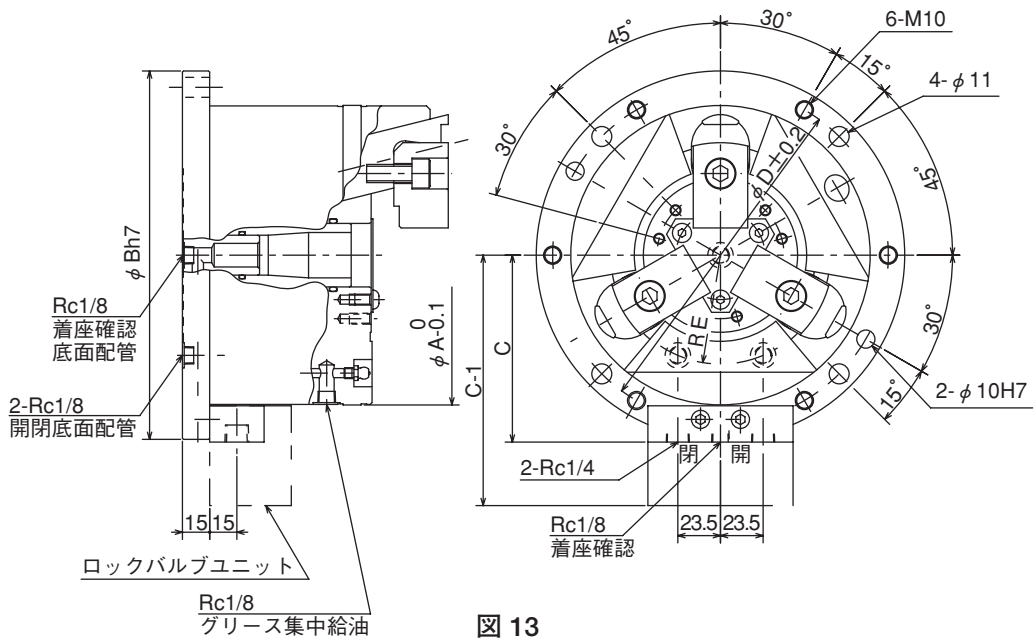

図 13
- ・ブロック部またはワークグリッパ底面のエア供給ポートに配管してください。使用しない側のポートは埋栓してください。(図13参照)